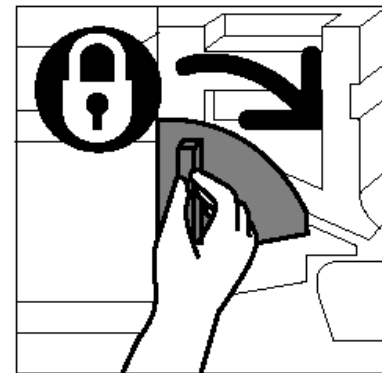

Figure 33 : Verrouillage de la cartouche d'impression
3 Saisissez le levier de verrouillage doré de la main droite et levez-le pour le débloquer (voir la figure 33). Retirez la cartouche lentement jusqu'à ce que la lanière de la cartouche soit visible.
- 9** Tournez le levier de verrouillage doré dans le sens horaire jusqu'au blocage de la cartouche (voir la figure 33).